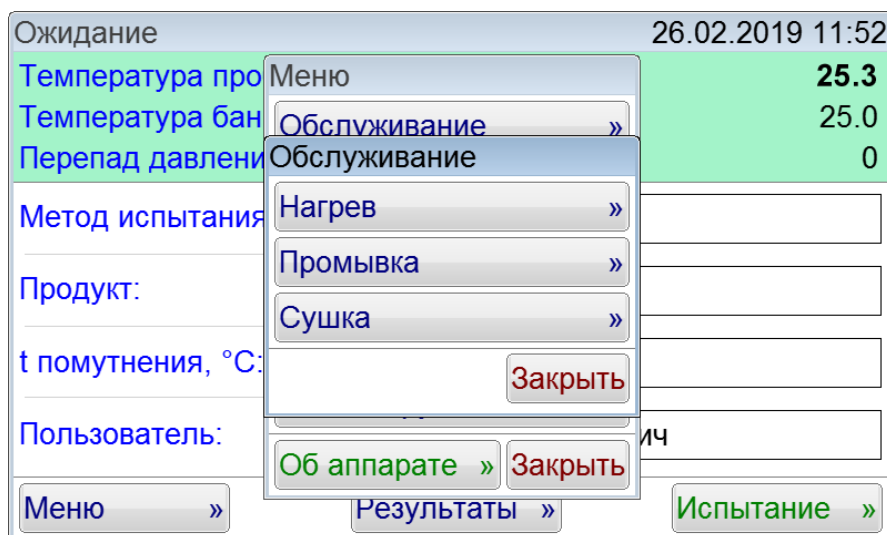
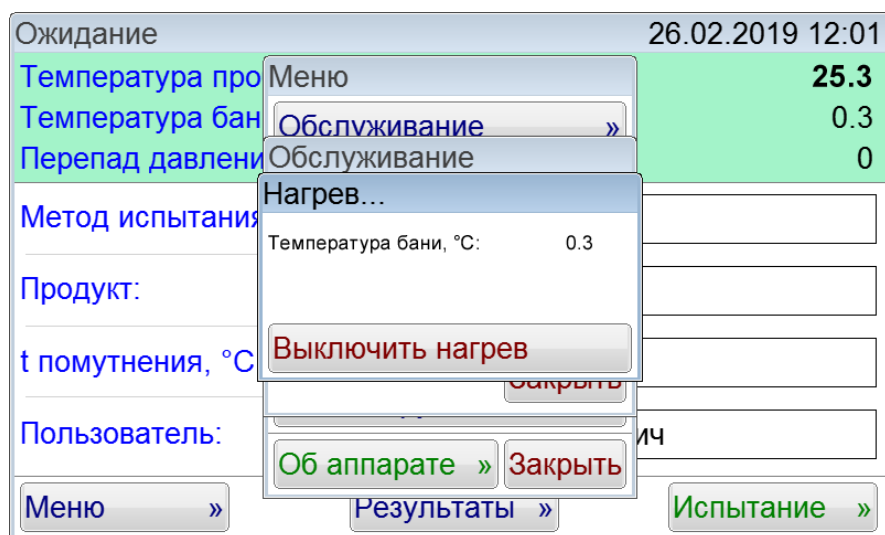

Рисунок 8 – Подменю «Обслуживание»
Рисунок 11 – Окно «Нагрев»
4.3.6 Если в пипетке остались остатки ацетона, то необходимо провести сушку. Для проведения сушки нужно снять колбу с блока технологического, чтобы при работе насоса остатки ацетона в колбе не попали в двухходовой клапан. Далее зайти в **[Меню]** и нажать кнопку «Обслуживание». После этого появится подменю «Обслуживание» (рисунок 8).
4.3.7 Если температура бани ниже -10°C , то необходимо провести ее нагрев. Нагрев позволяет осуществить повышение температуры бани за счет использования встроенного нагревателя. Для осуществления нагрева необходимо зайти в **[Меню]** и нажать кнопку «Обслуживание» (рисунок 8). В появившемся подменю «Обслуживание» нажать кнопку «Нагрев». Нагрев бани будет происходить до тех пор, пока температура бани не достигнет 25°C . Для того, чтобы закончить нагрев до достижения температуры 25°C , необходимо нажать «Выключить нагрев» (рисунок 11).